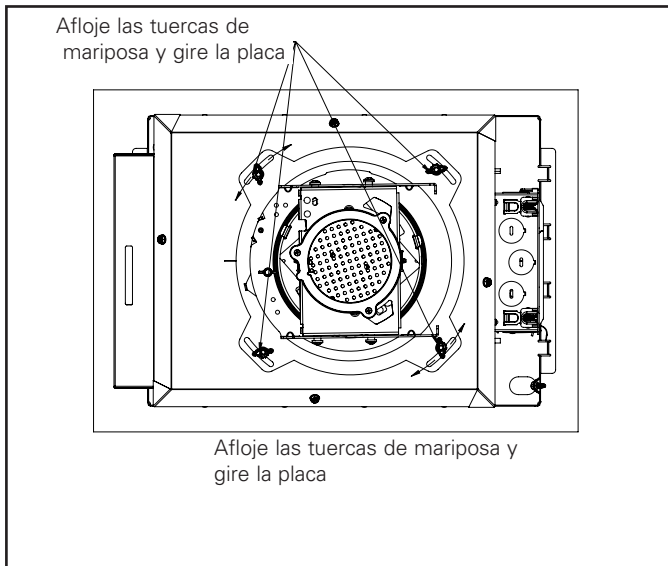

Figura 6
6. Para aberturas cuadradas, los bordes del collar pueden ajustarse para alinearlos en paralelo con las paredes de la habitación. Para ello, introduzca la mano en el recorte y afloje la tuerca de mariposa del interior de la carcasa, como se muestra en la Figura 6. Nota: Es posible que deba retirar la óptica para tener acceso a estos tornillos; consulte la sección sobre cómo reemplazar las ópticas. Se puede girar toda la plataforma giratoria al agarrar el borde del collar hasta que quede alineado como se desee. Hay que volver a apretar las tuercas de mariposa de la plataforma giratoria (y sustituir el módulo óptico, si se lo quitó).